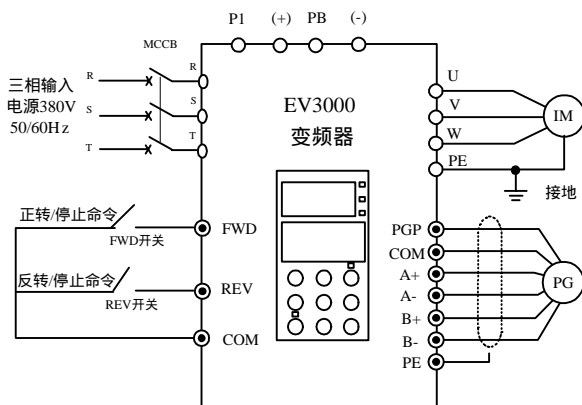

图 4-17 基本运行配线图 2
1) 按图 4-17 配线，检查接线正确后，合上 MCCB 开关，变频器上电；